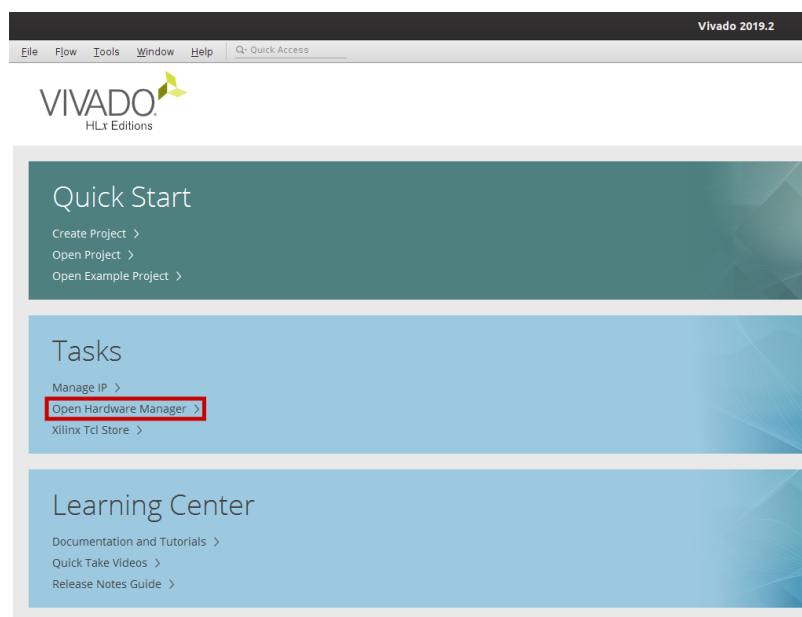

Figura 111. Abrir el Administrador de Hardware
- d. Abra el *Administrador de Hardware* disponible en Vivado y resaltado en la Figura 111.